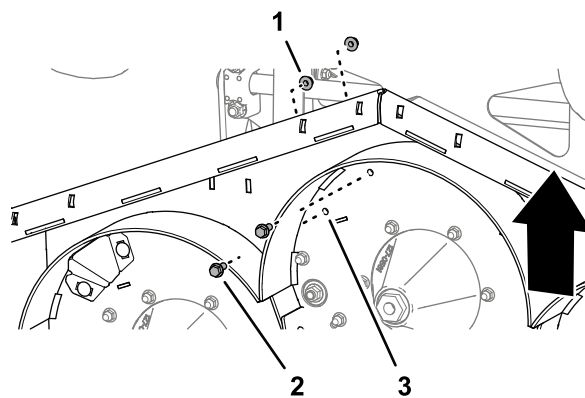

Figura 38
3. Instale 2 tornillos con arandela prensada ($\frac{3}{8}$ " x 1") en los taladros de 10 mm de la carcasa de corte (Figura 38) y sujete los tornillos con las 2 contratuercas con arandela prensada ($\frac{3}{8}$ ") que retiró en el paso 2.